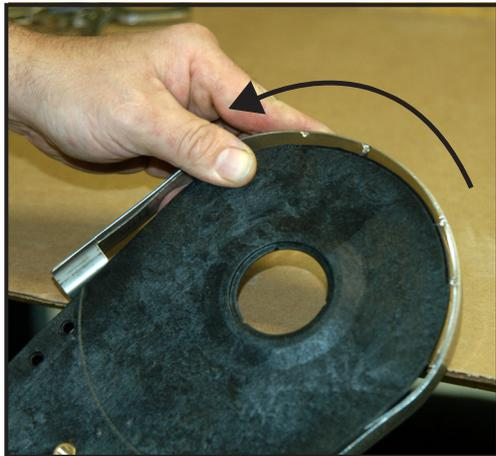

Abbildung 19
5. Montieren Sie das Hufeisen manuell um die Kurve der Antriebs-Seitenplatte (*Abbildung 19*).